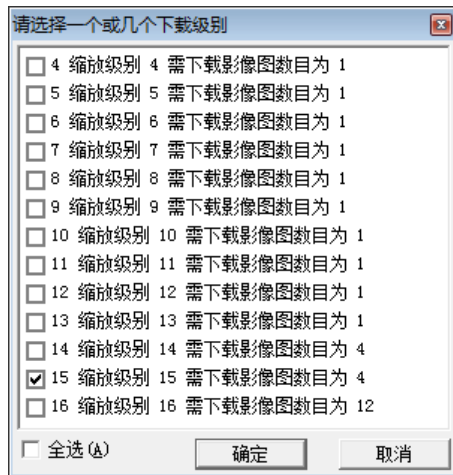

图 0-54 影像缩放级别选择
- 3) 执行菜单“测量→下载并叠加草图”，系统弹出提示信息“下载前，请保持互联网连接”，点击“是”后出现“级别控制”对话框，如图 0-54 所示。所选的级别越高，影像的分辨率越大，相应的影像数目也越多。